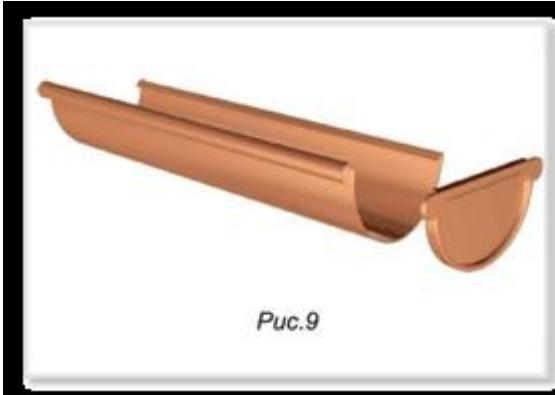

Рис.9
- ▲ приложите заглушку к торцу и надавите на нее, постукивая ладонью по заглушке, запустите торец водосточного желоба за верхнюю часть резинового уплотнителя (рис.9);